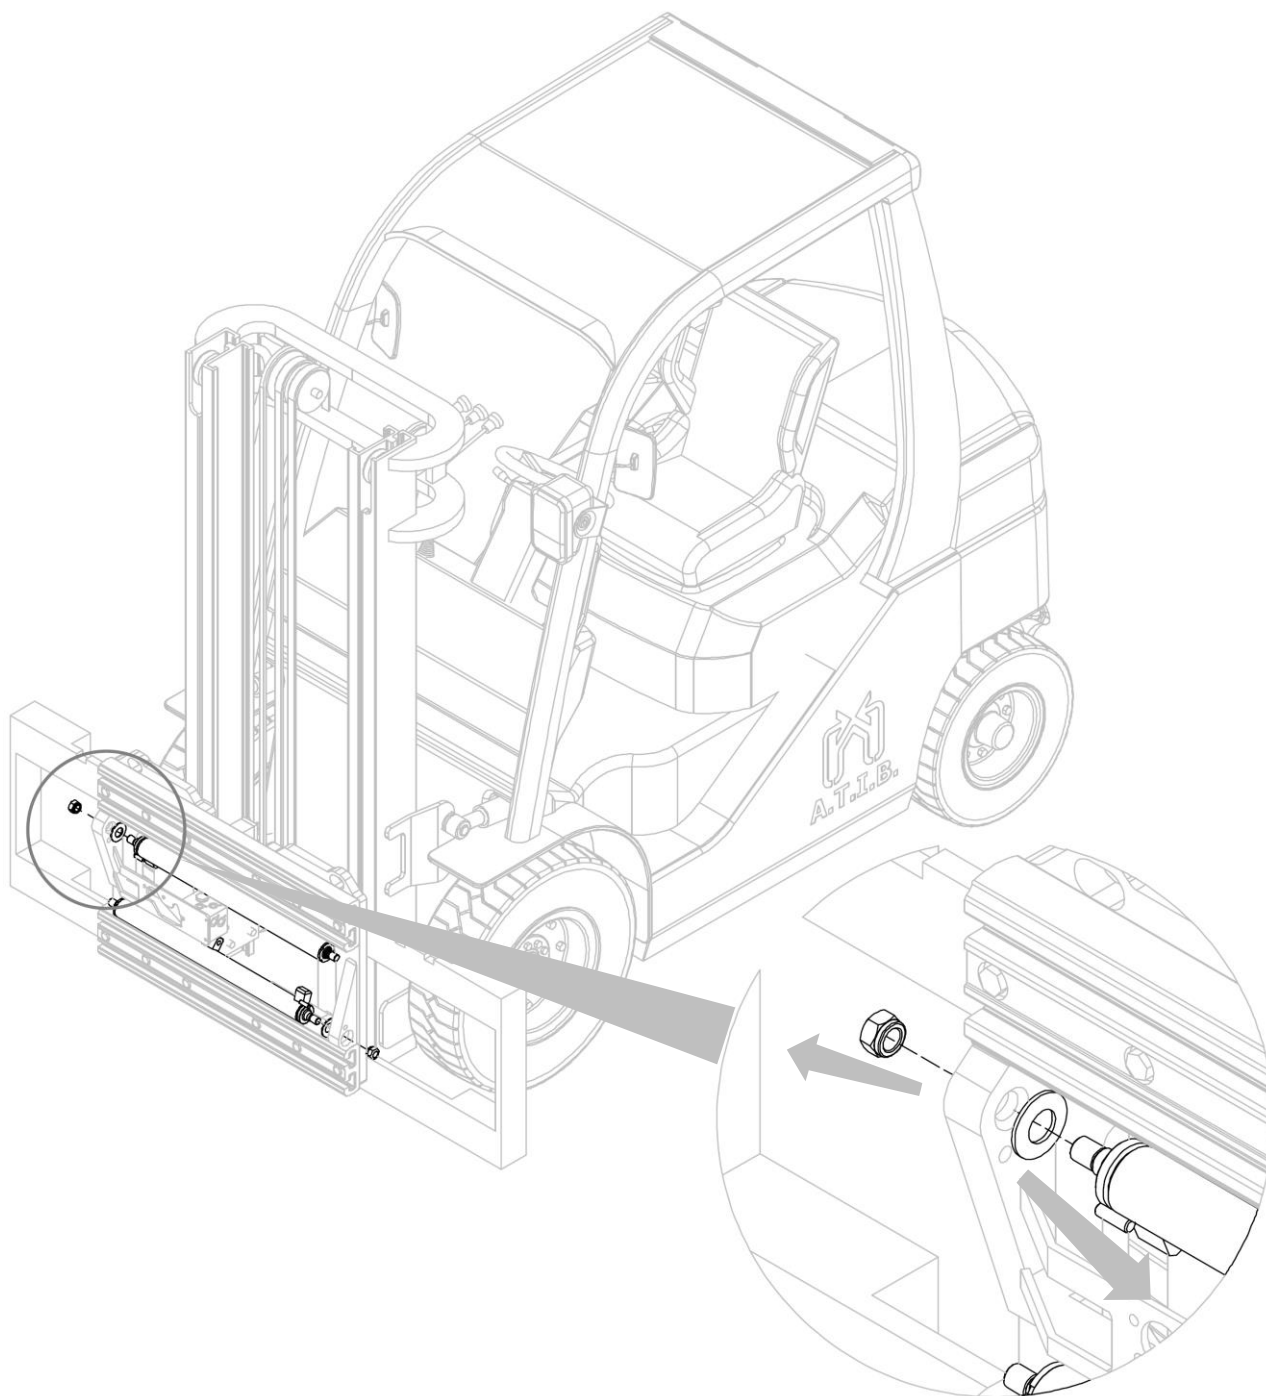

Figura 25
4. Rimuovere i cilindri dalle loro sedi, dopo aver svitato i relativi dadi (vedi *Figura 25*).